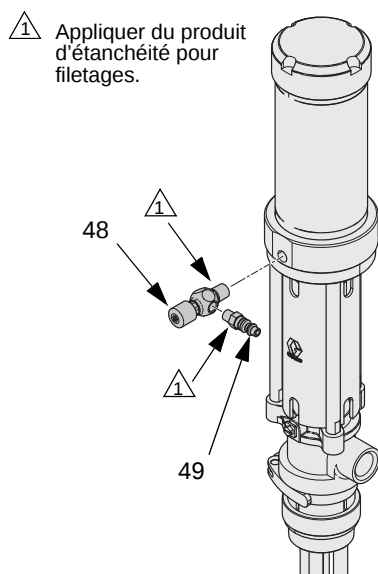

FIG. 4
1. Appliquer du produit d'étanchéité pour filetages sur les filetages mâles de la vanne d'air à poiteau (48) et sur le raccord rapide (49) et les installer. Voir FIG. 4